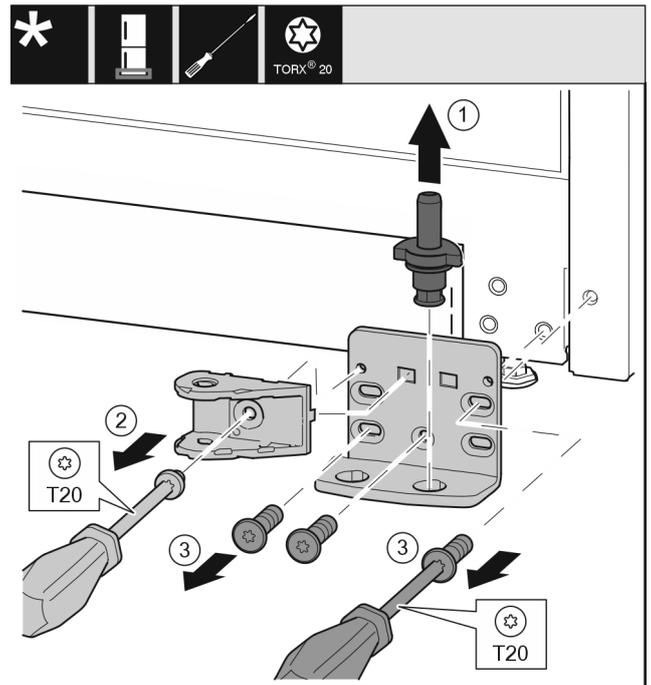

Fig. 24
- ▶ Lagerbolzen komplett nach oben herausziehen. Fig. 24 (1)
- ▶ Schraube mit Schraubendreher T20 herausdrehen und Schließdämpferverbindung abnehmen. Fig. 24 (2)
- ▶ Schrauben mit Schraubendreher T20 herausdrehen und Lagerbock abnehmen. Fig. 24 (3)